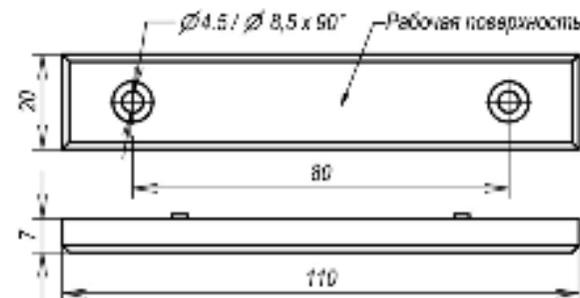

Рисунок 3 – Якорь
5.2 Якорь крепится на двери напротив корпуса двумя саморезами или винтами М4 (рисунок 3). На якорь со стороны двери установлены резиновые амортизаторы,